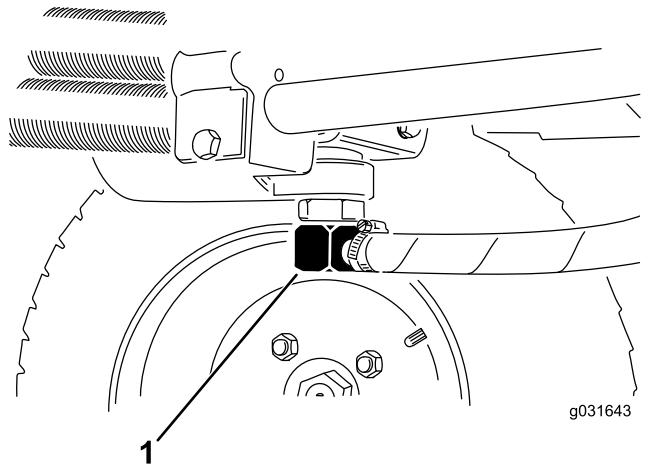
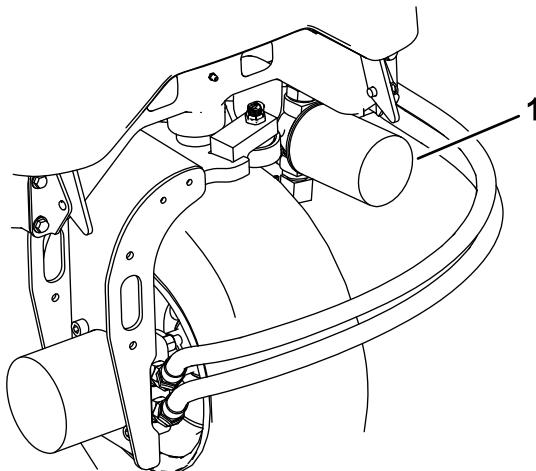

Рисунок 65
Рисунок 67
2. Отсоедините гидропровод или снимите гидравлический фильтр и дайте гидравлической жидкости стечь в сливной поддон (Рисунок 67 и Рисунок 65).
3. Очистите область вокруг места крепления фильтра и установите сливной поддон под фильтр (Рисунок 67).